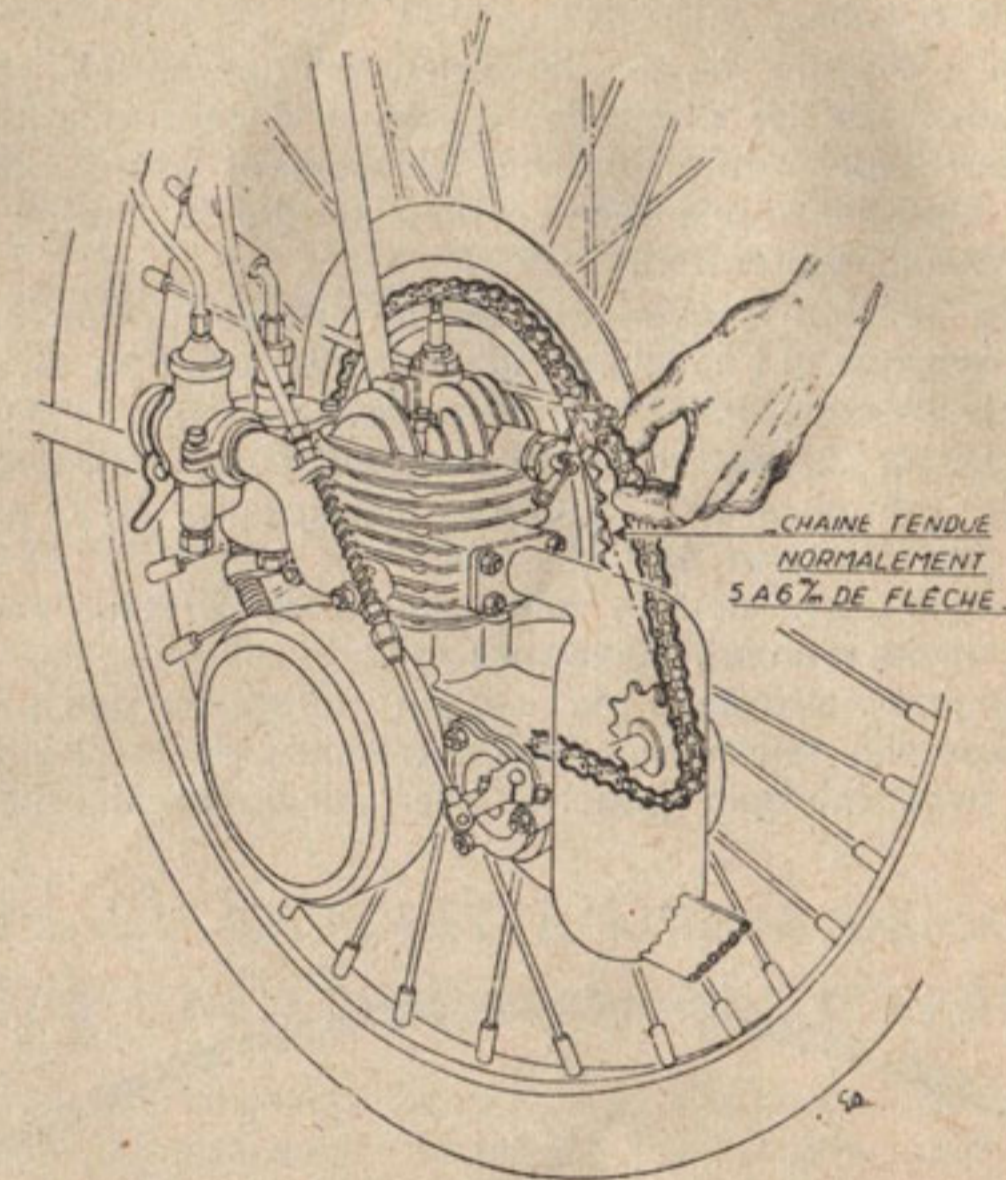

Fig. 8 - Vérification de la tension de chaîne.
b) le brin inférieur de la chaîne doit rester constamment tendu, tandis que le brin supérieur doit être légèrement « mou » pour toutes les positions de la roue arrière. On peut s'assurer que le brin supérieur n'est pas trop tendu en le prenant au milieu de sa longueur avec une pince et en essayant de le soulever : il doit pouvoir se déplacer de 4 à 6 mm en hauteur si la chaîne est bien réglée au point de vue tension, et cela pour toutes les positions de la roue arrière. (Voir fig. 8.)